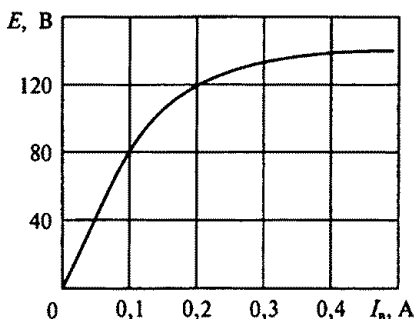

Рис. 238
10.19.Р. Каковы ток якоря I_a и напряжение U генератора с независимым возбуждением, характеристика холостого хода которого изображена на рис. 238, при токах возбуждения I_b , равных 0,4 и 0,2 А, если сопротив-